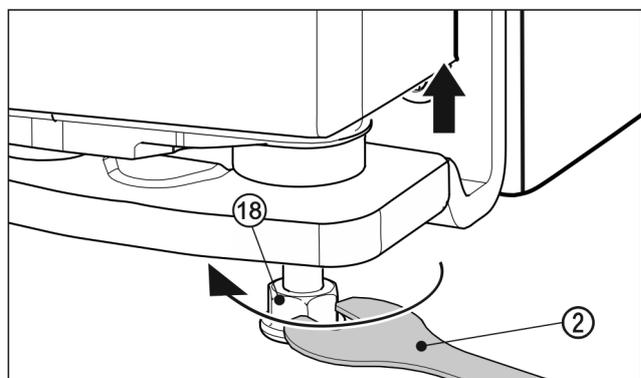

Fig. 25
- Pour soulever la porte, dévisser le pied réglable *Fig. 25 (18)* avec la clé à molette *Fig. 25 (2)* fournie en le tournant dans le sens des aiguilles d'une montre jusqu'à ce qu'il touche le sol. Continuer ensuite à tourner jusqu'à ce que la porte soit réglée en hauteur. À la livraison, le support de palier est vissé à fond.